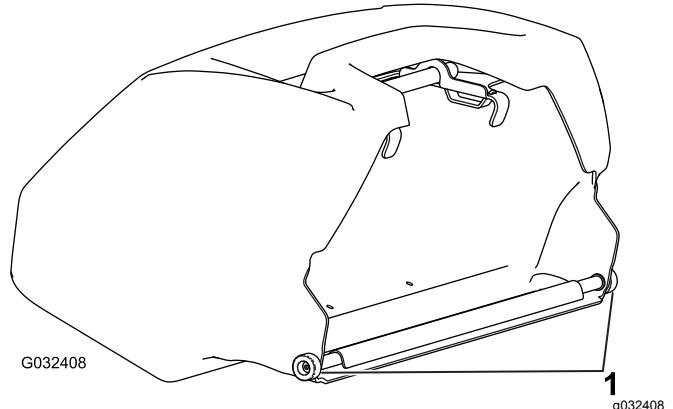

Figura 13
**Importante:** Si alguna vez se le cae el recogedor, examine los puntos de contacto con el brazo de inclinación, cerca del borde inferior del recogedor, en busca de daños (Figura 13). Enderécelos antes de usar el recogedor.